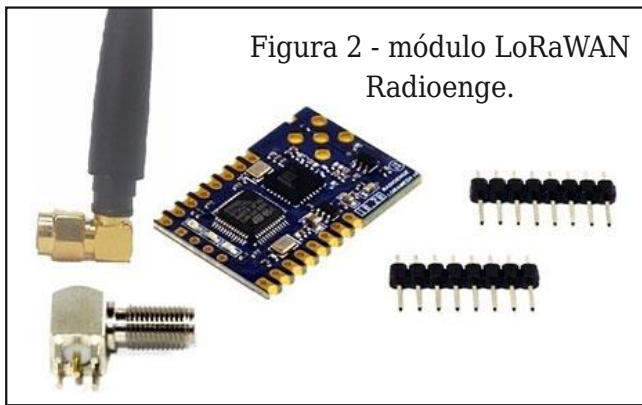

Figura 2 - módulo LoRaWAN Radioenge.
- Um módulo LoRaWAN do fabricante Radioenge, conforme visto na **figura 2**. (<https://www.radioenge.com.br/produto/modulo-lorawan/>)
Neste artigo, é utilizado o módulo LoRaWAN do fabricante Radioenge, mostrado na **Figura 2** (<https://www.radioenge.com.br/produto/modulo-lorawan/>). Este módulo possui dimensões muito diminutas (3mm x 22mm x 33mm), opera nos modos de operação LoRaWAN OTAA e ABP e utiliza uma UART (3V3, com 9600 de baudrate, 8 bits, sem paridade e um stop-bit) como interface de comunicação com microcontrolador principal do projeto.